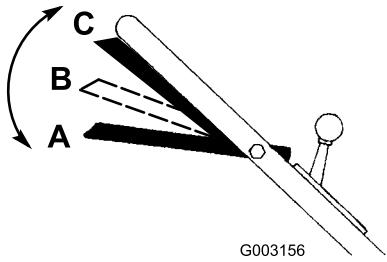

Figura 13
1. Mettete la barra di comando della lama in posizione A (Figura 13).
2. Spostate la barra di comando della lama verso destra e sollevatela in posizione B per inserire la lama (Figura 13).
3. Premete la barra di comando della lama contro la maniglia in posizione C per guidare (Figura 13).